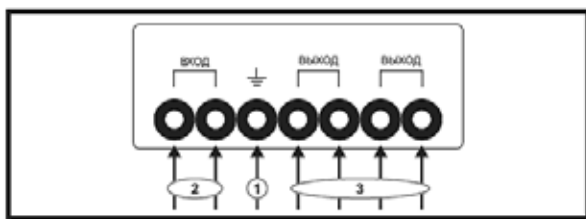

рис. 3
3.2 Подключение стабилизатора (рис.3)
- подключить стабилизатор к входному напряжению (при отключённом вводном автомате) при помощи клемм «ВХОД» (рис.3 поз.2)
- отключить автоматический выключатель и подключить нагрузку к клеммам «ВЫХОД» (рис.3 поз.3);